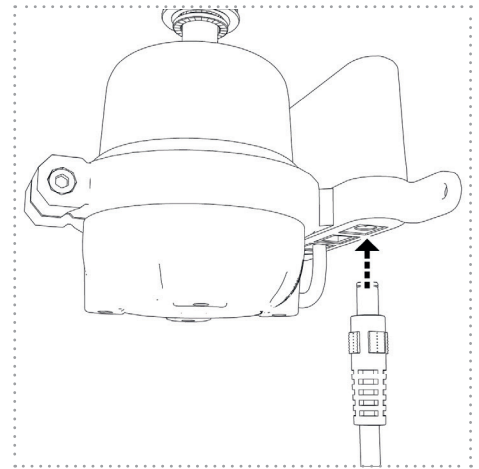

Figure 21
5. Branchez maintenant la fiche du câble de raccordement dans la prise prévue à cet effet sur l'unité UV (*figure 21*). L'unité UV devrait maintenant être en mode veille et clignoter en bleu.